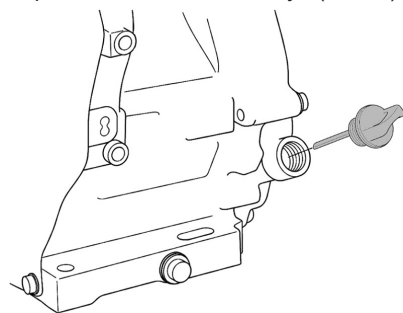

Рис. 9 Крышка-щуп маслозаливной горловины
3. Открутите крышку-щуп маслозаливной горловины и извлеките щуп (Рис. 9).
2. Выкрутите крышку-щуп маслозаливной горловины и извлеките щуп (Рис. 9).